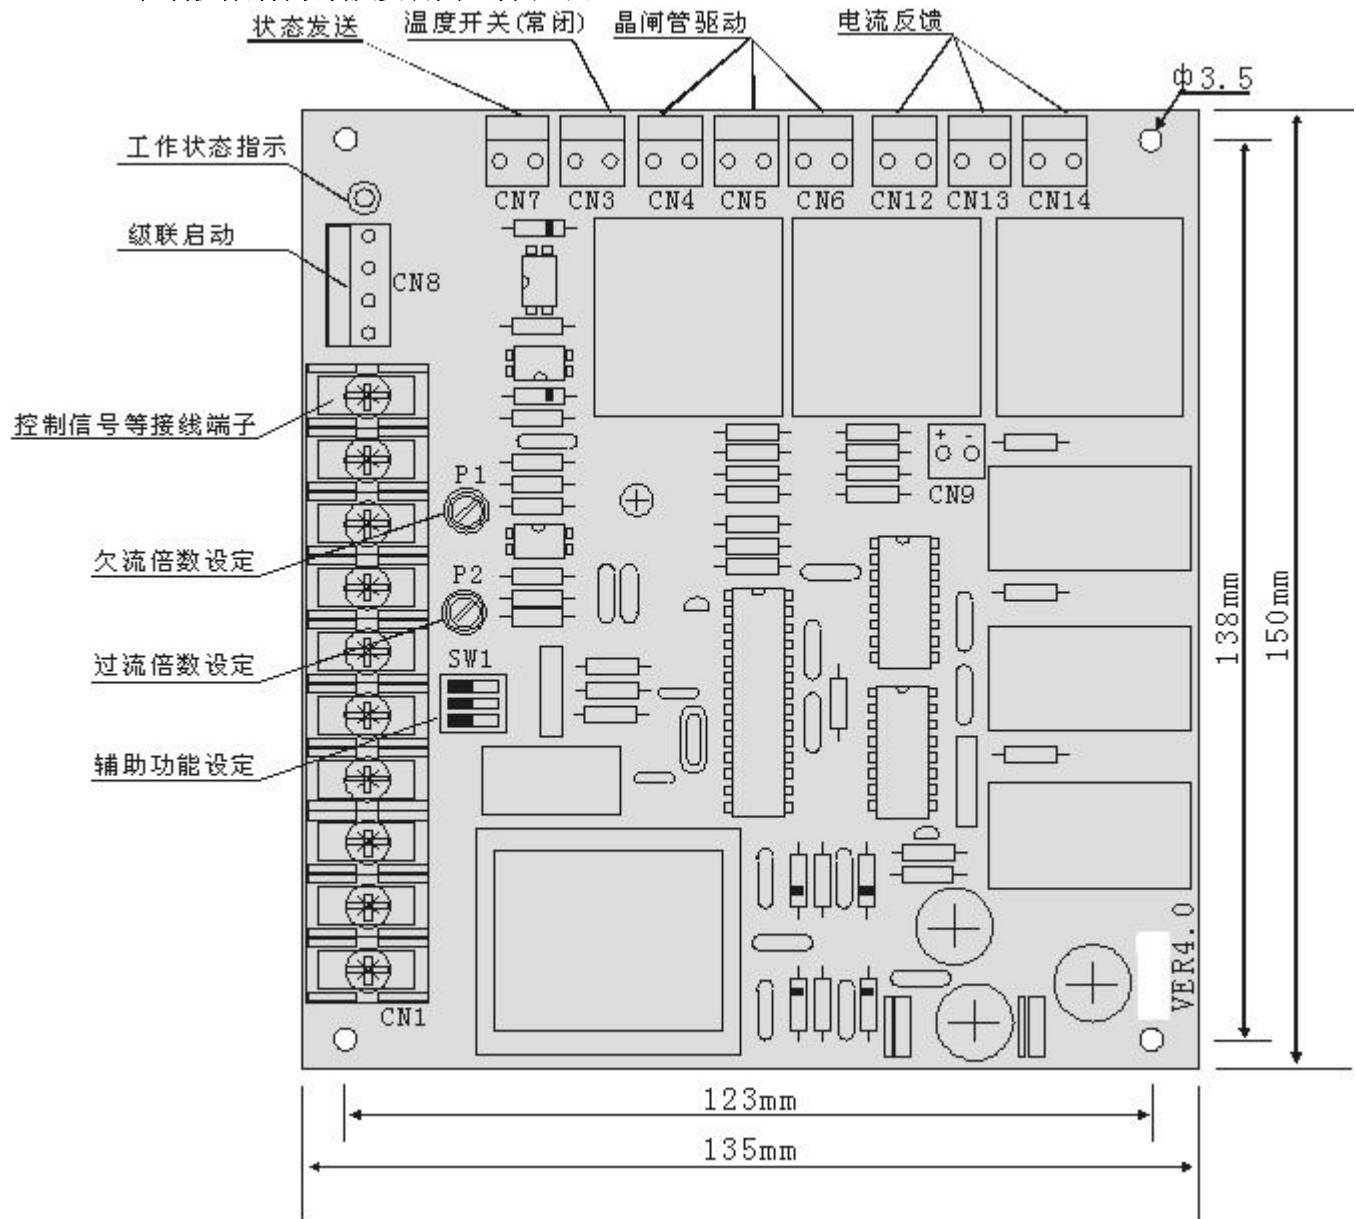

图 7
13. ZKZ3 控制板各部分说明及安装孔尺寸图 (图 7)